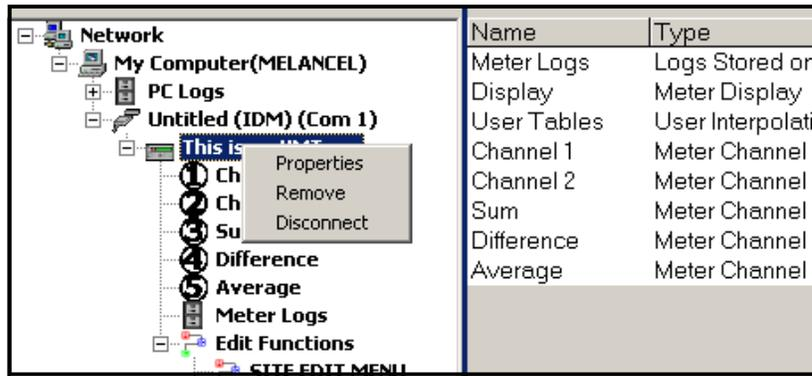

Figure 5 : Option Propriétés dans le Nouveau navigateur de débitmètre
2. Faites un clic droit sur le XGM868i en surbrillance et cliquez sur l'option *Propriétés*, comme illustré à la Figure 5.